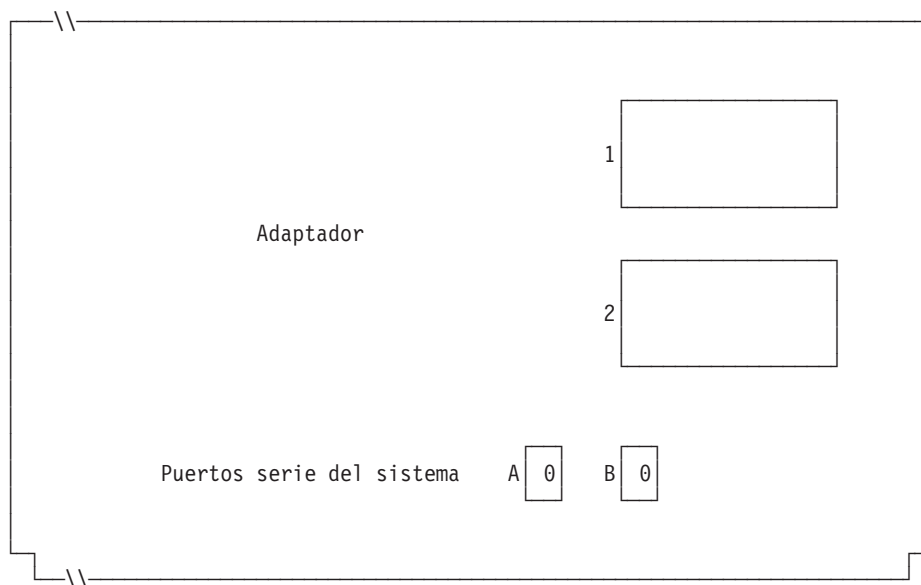

Figura 117. Lado derecho de la parte posterior del Terminal de Punto de Venta IBM 4694-205
- Si las aplicaciones de terminal utilizan un puerto asíncrono, anote el número de puerto en la Figura 117 en la página 338. Especifique un 0 para los puertos no utilizados por el terminal. Los números de puerto válidos son 1, 2, 3, 4.